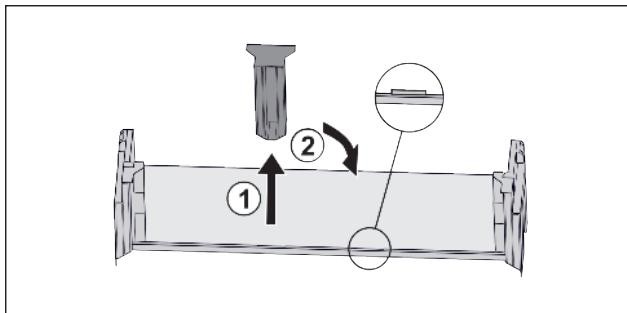

Fig. 16
- ▶ Снимите среднюю поддерживающую деталь *Fig. 16* (1).
- ▶ Вставьте среднюю поддерживающую деталь во вторую позицию *Fig. 16* (2).